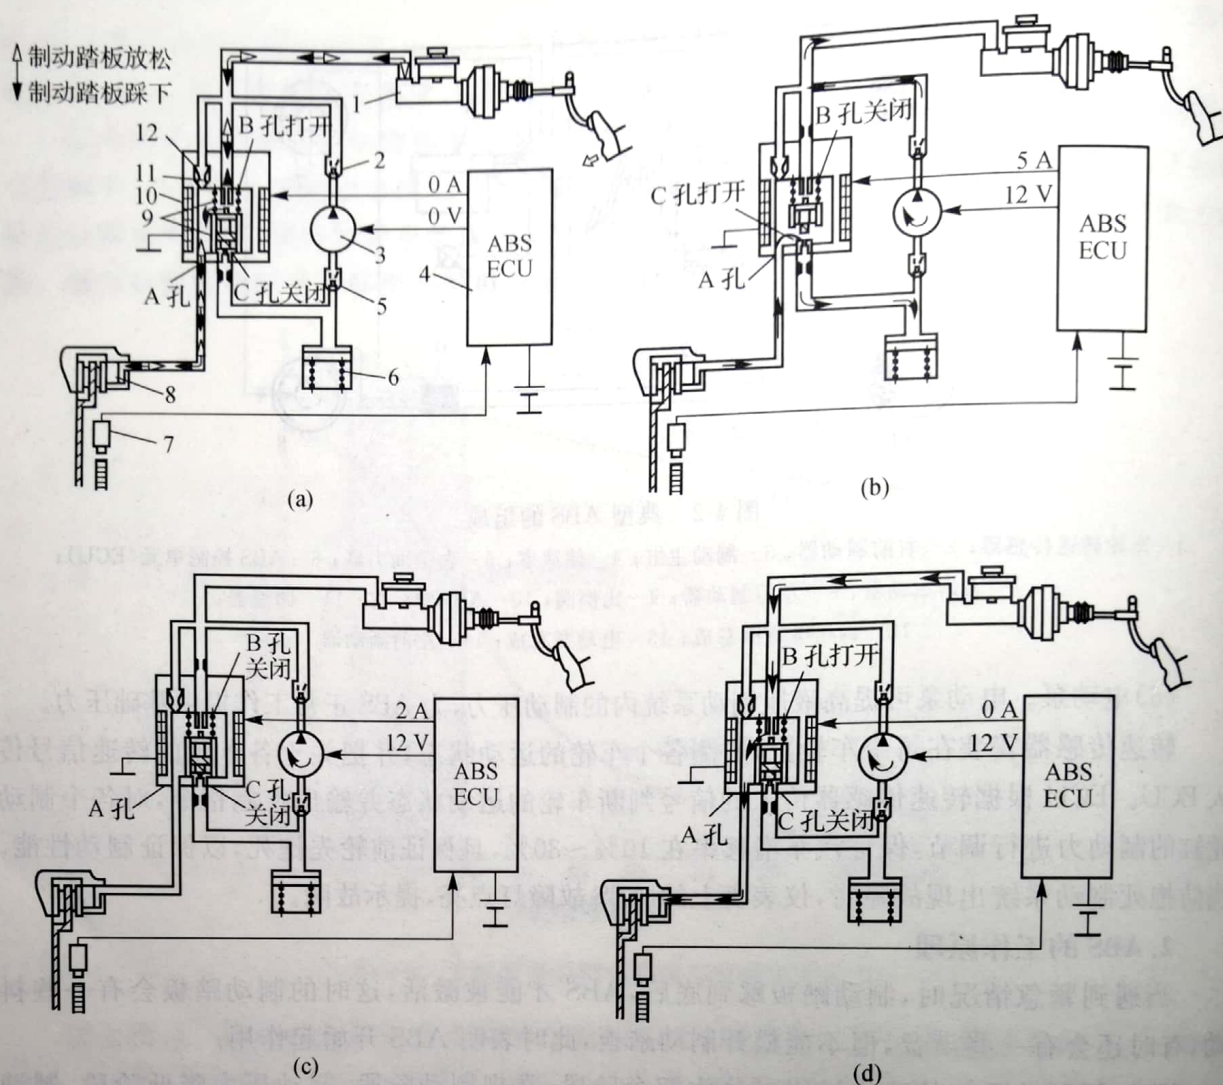

图 4-3 ABS 的工作示意图
(1) 常规制动阶段。如图 4-3(a) 所示,开始制动时,驾驶员踩下制动踏板,此时 ABS 没有参与控制,整个过程和常规液压制动系统相同。当踩下制动踏板时,制动总泵中的液压力升高,在这个过程中磁化线圈未通电,三位电磁换向阀在回位弹簧的作用下处于最下段位置,C 孔被关闭,B 孔被打开。制动总泵中的制动液就经 B 孔和 A 孔流入制动分泵,推动制动分泵中的柱塞夹紧制动盘。
(2) 制动压力降低阶段。如图 4-3(b) 所示,随着制动分泵中的制动液压力升高,车轮逐渐抱死,这时 ABS 开始工作。车轮转速传感器把车速信号传给 ECU,ECU 输出信号,控制执行器磁化线圈通入电流而产生电磁力,从而吸引三位电磁换向阀阀芯上移,关闭 B 孔,打开 C 孔。这样就导致制动分泵中的一部分制动液经过 A 孔和 C 孔流入储液罐中。同时,ECU 发信号给液压泵和电动机总成,使之工作,将刚进入储液罐中的制动液泵入制动总泵中。这时,由于 B 孔已被关闭,且单向阀也是关闭的,因而刚由液压泵和电动机总成泵入制动总泵的这部分液压油不能流回制动分泵中,最终导致制动分泵中的制动液压力降低,从而达到防止车轮抱死的目的。
(3)制动压力保持阶段。如图 4-3(c)所示,在制动分泵管路的压力降低或升高的过程中,当车速达到预定值时,车轮转速传感器就把信号发送给 ECU,ECU 开始控制制动分泵中的压力。ECU 发出信号,控制磁化线圈通入较小的电流,这时,三位电磁阀阀芯在回位弹簧的弹力及磁化线圈的电磁力共同作用下,处于中级位置,把 B 孔与 C 孔同时关闭。所以,制动分泵管路中的制动液被封闭,从而使得分泵中的压力得以保持。
(4)制动压力升高阶段。如图 4-3(d)所示,为了使车速尽快降低,就需要更大的制动力,需要制动分泵中液压力升高。使液压力升高就需要接通制动总泵与分泵,这时 ECU 开始工作,向磁化线圈发出信号,使磁化线圈断电,磁力消失。磁力消失后,三位电磁换向阀阀芯就在回位弹簧弹力的作用下回到最低位置,从而关闭 C 孔,打开 B 孔,这样就接通了总泵与分泵。当总泵中的制动液经 B 孔和 A 孔流入制动分泵中后,制动分泵中的压力就升高,从而增大制动力。